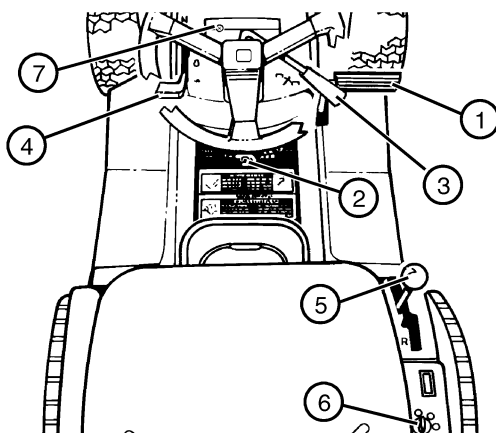

FIGURA 12
- Empuje y sostenga el pedal de freno (1) hasta el fondo (Vea la FIGURA 12).
- Mueva la palanca del freno de estacionamiento (2) hacia adelante, luego hacia la izquierda a la posición de cerrado.
- Desenganche la transmisión de las cuchillas al mover la palanca de la PTO (3) completamente hacia atrás (Vea la FIGURA 12).
- Mueva la palanca de cambio de velocidades (5) a la posición de neutral (N).
- Coloque la llave del encendido en el interruptor de encendido (6).
- Empuje y sostenga el pedal de freno (1) completamente hacia adelante (o use el seguro del freno de estacionamiento, como se describe arriba).